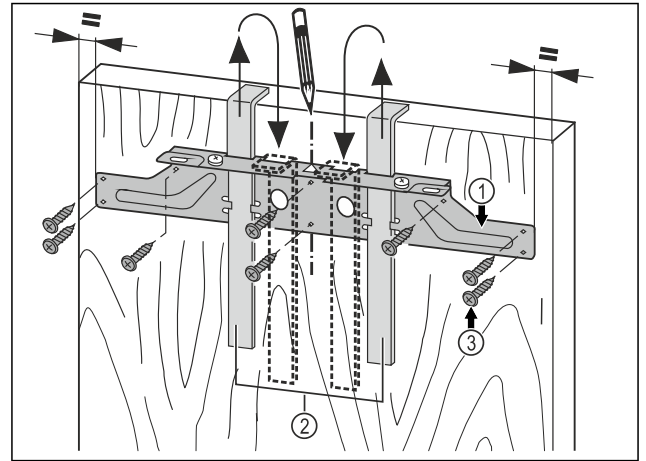

Fig. 19
- Befestigungstraverse Fig. 19 (1) mit den Montagehilfen Fig. 19 (2) auf die Innenseite der Möbeltür hängen.
- Befestigungstraverse Fig. 19 (1) mittig auf der Tür ausrichten.
- Die Befestigungstraverse Fig. 19 (1) mit mindestens 6 Schrauben Fig. 19 (3) festschrauben.
- Befestigungstraverse Fig. 19 (1) mit 4 Schrauben Fig. 19 (3) am Rand festschrauben.
- Montagehilfen Fig. 19 (2) nach oben herausziehen und in die danebenliegenden Aufnahmeöffnungen gedreht einschieben.